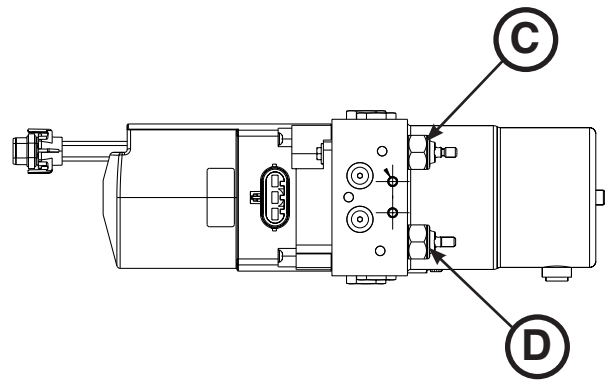

Figure 57
6. A l'aide d'une clé mixte de 7/8, retirer la vanne (C ou D) à remplacer (Figure 57).